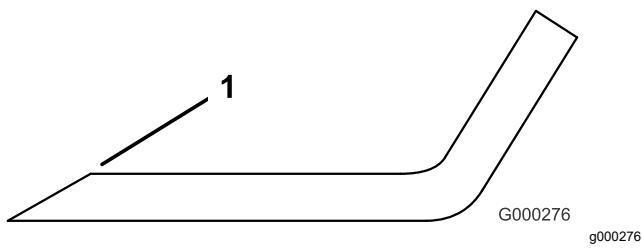

Figure 92
3. Examinez les tranchants de toutes les lames et aiguissez-les s'ils sont émoussés ou ébréchés (Figure 92).
Remarque: N'aiguisez que le haut du tranchant et conservez l'angle de coupe d'origine pour obtenir une coupe nette (Figure 92). Limez la même quantité de métal sur chacun des deux tranchants pour ne pas déséquilibrer la lame.